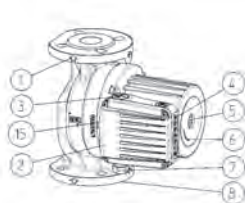
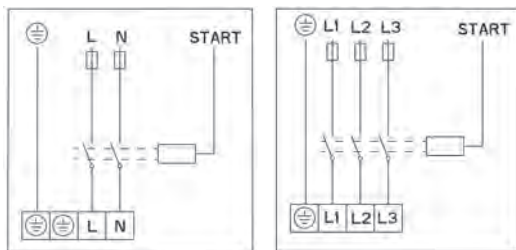

рис.1
рис. 3
- насос устанавливается напрямую в трубопровод таким образом, чтобы ось насоса 1-1 была горизонтальной (рис. 3);
- направление потока воды через насос должно соответствовать направлению стрелки на корпусе насоса (рис. 1- ПОЗ.1);
- необходимо использовать фланцы для подключения NP 6/10 (рис.1 – ПОЗ.8);
- насосы GHN (basic, auto), GHNM (basic, auto) имеют одинарный гидравлический корпус (рис..1 – ПОЗ.8);
Гидравлический корпус насоса допускается изолировать только до прорези между мотором и гидравлическим корпусом. Отверстия для отведения конденсата необходимо оставить открытыми для обеспечения вывода конденсата из статорного отсека, данные отверстия необходимо оставлять открытыми и в системах обогрева, когда выполняется только термоизоляция гидравлического корпуса (рисунок 1, 2, ПОЗ 15).
Провод подключения подключается через кабельный ввод M20 (рис.1 – ПОЗ.7).
Электрическое соединение насосов необходимо выполнить по соединительной схеме (рис. 3), которая отображена на нижней стороне крышки мотора. Перед этим необходимо отвинтить верхнюю крышку (рис.1 - ПОЗ. 2)
В насосах типа GHN (basic, auto), GHND (basic, auto), GHNМ (basic, auto), GHNMD (basic, auto) ротор работает в воде. Ротор установлен в специальных работающих на смазке водой подшипниках, поэтому перед вводом в эксплуатацию необходимо заполнить насос водой и откачать воздух. Для откачки воздуха из насоса необходимо удалить болт на обратной стороне электромотора (рис.1-ПОЗ.5) - воздух начнет выходить через прорезь между валом мотора и подшипником. После того как начнет вытекать вода, необходимо закрыть вентили со стороны всасывания и со стороны нагнетания и запустить насос. При вращении вала насоса в обратном направлении начнет мигать красная лампочка встроенного индикатора. Насос оснащен опцией определения других ошибок, описанных в таблице ниже. Мигание красной лампочки сообщает номер ошибки. За последовательностью сигналов следует длинный интервал, количество сигналов между двумя интервалами является кодом ошибки.
вращения. Для достижения выбранных характеристик скорости ① ② ③ на насосе расположена кнопка  (рис. 1, 4), с помощью которой можно изменять скорость. Установить скорость для насосов GHN, GHND, GHNМ, GHNMD (авто)  можно нажимая кнопку  : в ручном режиме для скоростей ① ② ③, а в автоматическом — нажав кнопку  в режиме А или А. В обоих случаях насос работает автоматически на скоростях потока ② ③. В ночном режиме А учитывается температура среды: если температура среды падает, насос переключается на скорость ② при падении более чем на 10°C или на скорость ① при падении более чем на 20°C вне зависимости от потока. При повышении температуры более чем на 20°C скорость потока восстанавливается. Этот метод предназначен для систем с термостатическими клапанами или систем, в которых температура снижается ночью.
Выключить насос; закрыть вентили со стороны нагнетания и со стороны всасывания; удалить болт для откачки воздуха; отверткой (рис.1-ПО3.5), которую необходимо установить в прорезь на валу, крутить вал до тех пор, пока он не начнет свободно вращаться. После этого необходимо установить болт для откачки воздуха на место.